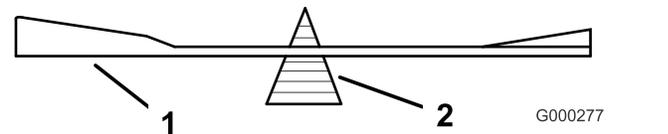

Figure 58
2. Vérifiez l'équilibre de la lame en la plaçant sur un équilibreur (Figure 58).
Remarque: Si la lame reste horizontale, elle est équilibrée et peut être utilisée. Si la lame est déséquilibrée, limez un peu l'extrémité de la partie relevée seulement (Figure 58). Répétez cette procédure jusqu'à ce que la lame soit équilibrée.